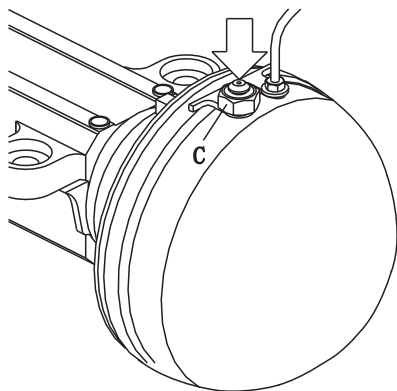

图 5-35 放气螺塞
制动系统排气由两人配合来完成,一人将左制动器踏板缓慢踩到底,使之建立制动压力。踩下制动器踏板同时松开,另一人将放气螺塞③拧松半圈让油溢出(见图 5-35)。